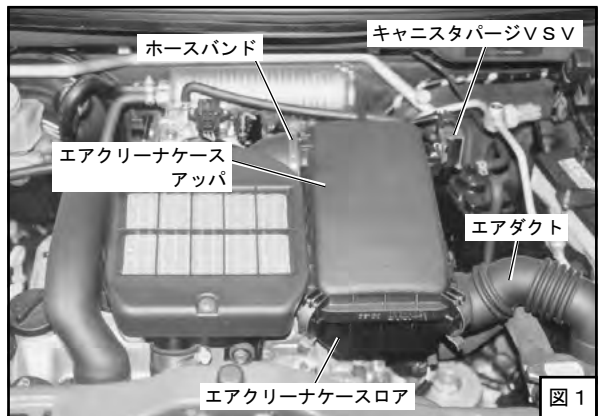

図 1
- (1) バッテリーのマイナス端子（-）からケーブルターミナルを取外してください。
- (2) ボルトを外し、エアクリーナケースアッパからキャニスタパージVSVを取外してください。（図1）
- (3) エアクリーナケースアッパからブローパイプを抜き、ホースバンドを緩めて、エアクリーナケースアッパとエアエレメントを取外してください。（図1）
- (4) エアクリーナケース、エアダクトの取付ボルトを外し、エアクリーナケースロアとエアダクトを取外してください。（図1）